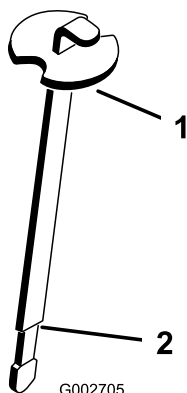

Figura 16
3. Togliete l'asta di livello dal collo del bocchettone e pulitela strofinandola con un cencio pulito. Inserite l'asta di livello nel collo del bocchettone, quindi estraetela e controllate il livello del fluido. Il fluido deve raggiungere il segno sull'asta di livello (Figura 16) (zona di strizione).